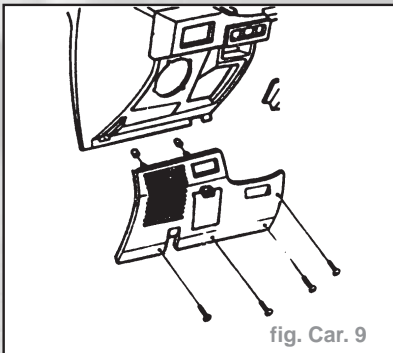

fig. Car. 9
- le recouvrement des haut-parleurs (fig. Car. 9).